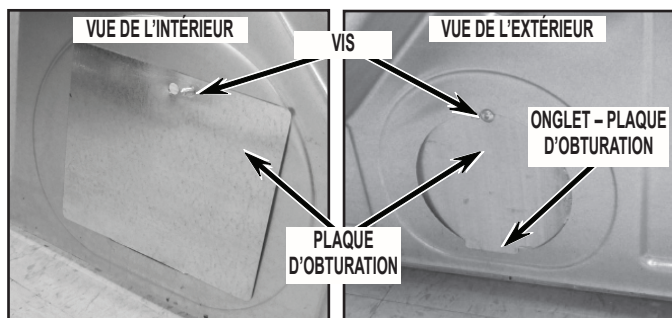

FIGURE 20
22. Obturer le trou de diamètre 4" où le conduit de décharge traversait le panneau arrière – utiliser la plaque d'obturation métallique fournie avec l'ensemble. Utiliser la vis fournie dans l'ensemble pour assujettir la plaque d'obturation. Installer la plaque d'obturation depuis l'intérieur du panneau arrière de la sècheuse; l'onglet de la plaque doit être positionné comme on le voit à la Figure 20.